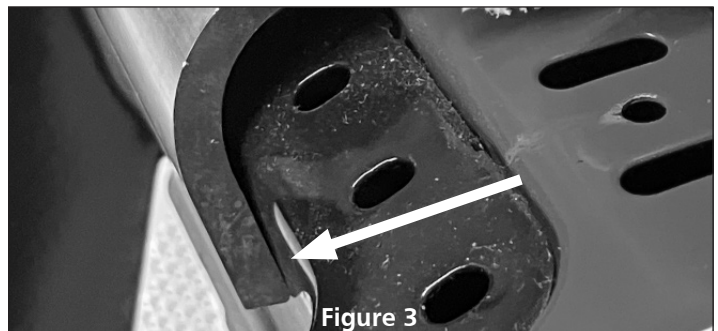

Figure 3
NOTE: Fan must be tightly fastened to heater. Ensure there is no gap between fan heat sink and heater as shown in Figure 3.
- Fixer le ventilateur à la chaufferette comme montré aux figures 2A et B. S'assurer qu'il est centré et que ses languettes sont insérées dans les fentes correctes de la chaufferette, comme montré à la figure 3.
REMARQUE : Le ventilateur doit être solidement fixé à la chaufferette. S'assurer qu'il n'y a pas d'espace entre le dissipateur thermique et le ventilateur, comme montré à la figure 3.